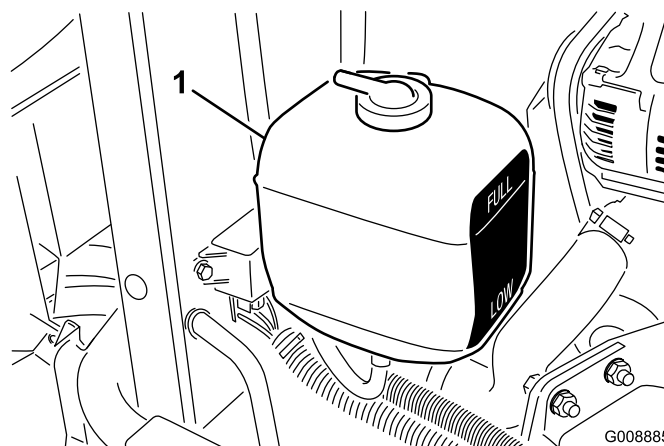

Figura 28
1. Controllate il livello del refrigerante nel serbatoio di espansione (Figura 28). A motore freddo il livello del refrigerante deve essere a metà circa tra i segni riportati sul fianco del serbatoio.